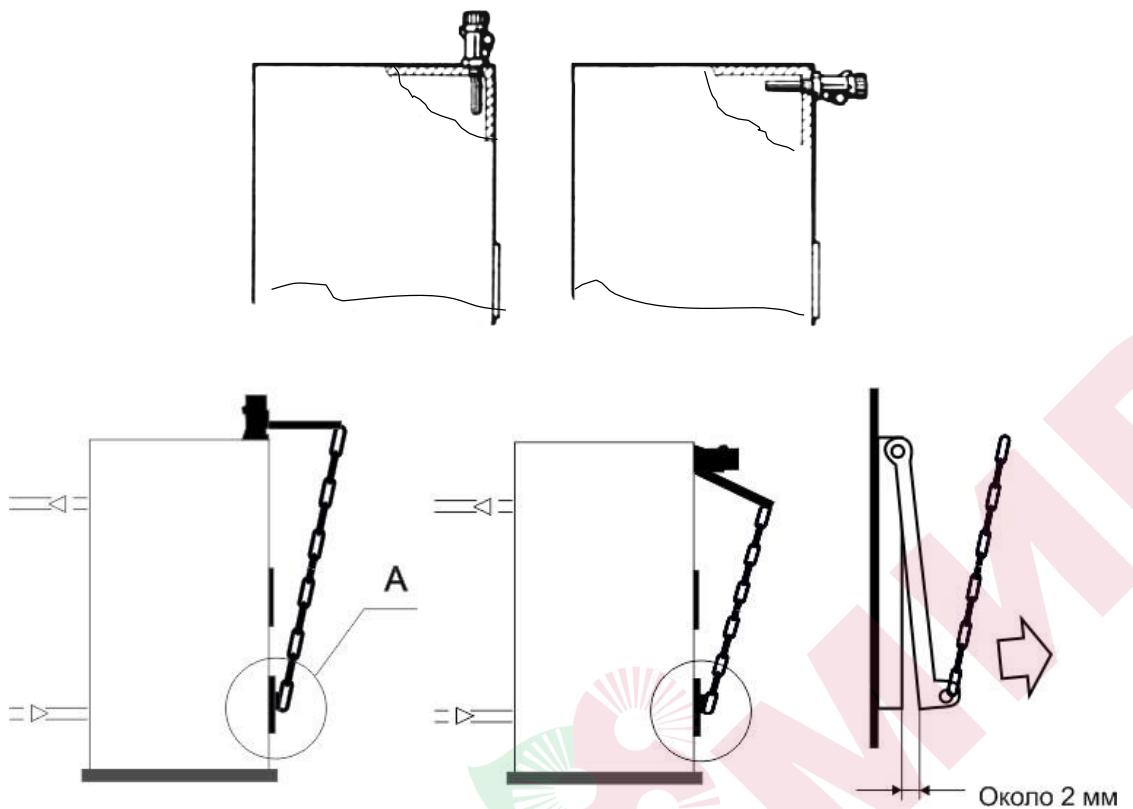

Рисунок 7. Схема закрепления тягогрегулятора на заслонке нижней дверцы Котла
- настройка тягогрегулятора — нагреть Котел до 60°C (температура должна быть стабильной на протяжении не менее 30 минут), установить ручку настройки регулятора в положение, соответствующее показанию котлового термометра (в случае вертикальной установки следует использовать белые цифры), настроить цепь регулятора заслонки так, чтобы щель составляла примерно 2 мм (см. рисунок 7 вид А).